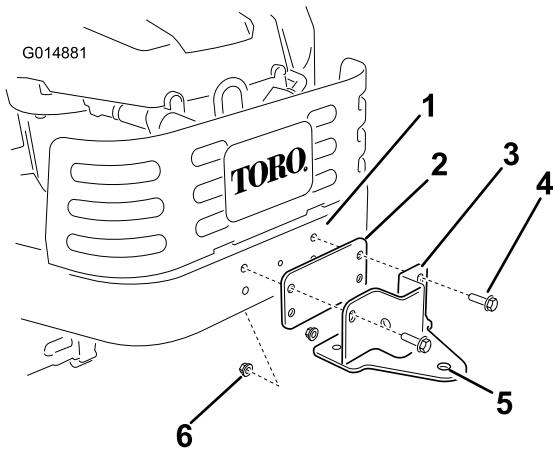

Bild 11
1. Finden Sie die Stützplatte für den Rahmen des Heckfangsystems und die Halterung in den losen Teilen. Befestigen Sie die Platte und die Halterung am Maschinenrahmen, wie in Bild 11 dargestellt. Befestigen Sie die Platte und Halterung mit zwei Schrauben (5/16 x 1 Zoll) und zwei Sicherungsmuttern (5/16 Zoll) am Rahmen.